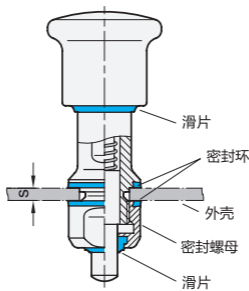

图 1
- Wadliwe uszczelki należy wymienić (rys. 1). Używać wyłącznie specjalnych pierścieni uszczelniających o odpowiednim rozmiarze (GN 7600).
Zgarniacza (rys. 1) nie można wymienić. Z tego względu jeśli zgarniacz jest uszkodzony, pęknięty lub wykruszony, należy wymienić trzpień ustalający.
- 因此必须遵守正确的安装位置（图 1）。
- 必须注意相应的夹紧长度，以确保正确密封（图1）。
- 如图 1 所示的安装位置可确保液体自行流出。